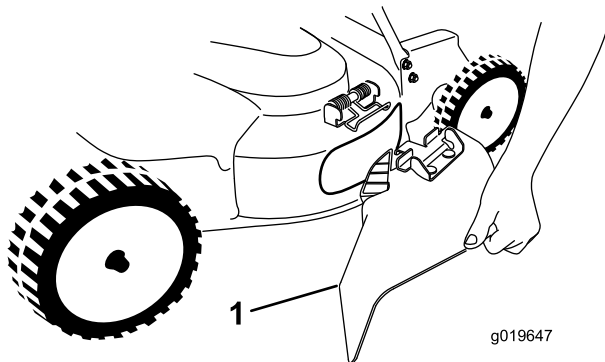

Figura 21
- Para instalar el conducto de descarga lateral (Figura 21), tire hacia arriba del muelle, coloque el conducto sobre la abertura, y baje el muelle sobre las pestañas de la parte superior del conducto de descarga.